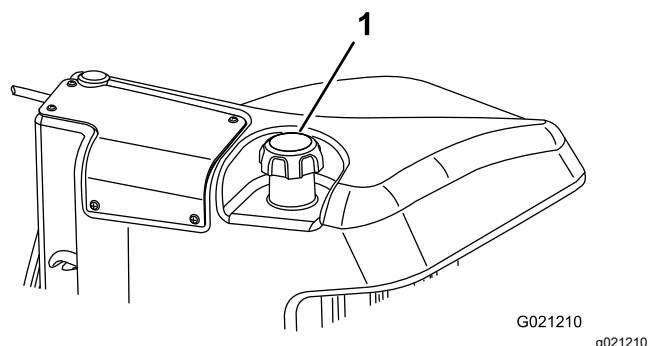

Figure 47
3. Retirez le bouchon du réservoir de carburant (Figure 47).